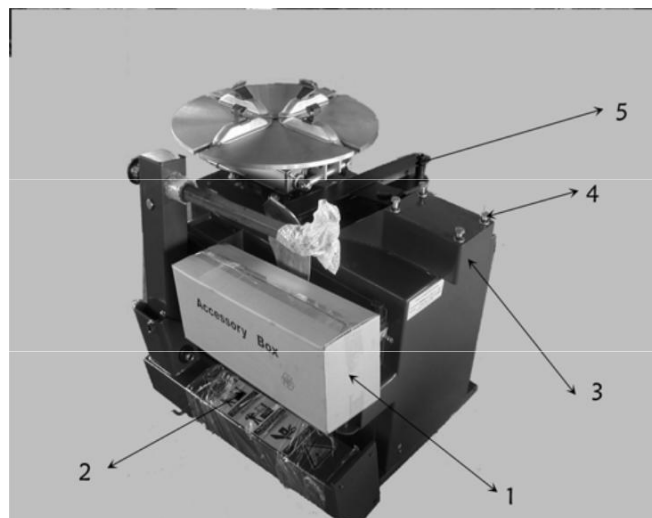
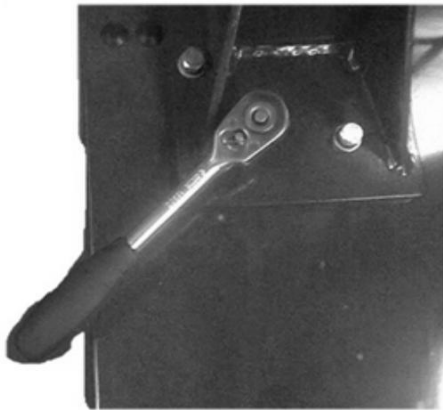

Fig 4-1
Fig 4-2
Som vist på Fig 4-1 udpakkes pakkassen og følgende løsdeler tages ud: (1) dækafpresserarm (5) og søjle aggregat (2) og sammensæt hovedparten som set på Fig 4. Skru den sekskantede skrue af (4) hoveddelen sammen med den elastiske spændeskive og den flade spændeskive.
4.2.6 Placer søjleaggregatet på hoveddelen med advarselmærkatet fortil. Stram bolten jævnt igen med den flade spændeskive og den elastiske spændeskive, der var taget af som vist på Fig 4-1. Strammingsmomentet is 70 NM (Fig 4-2) og brug en momentnøgle til stramningen.